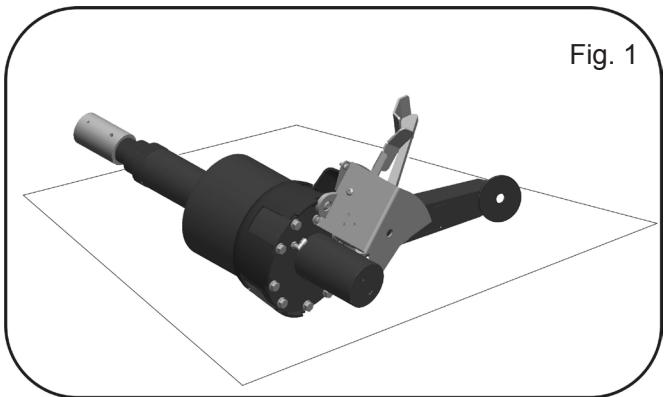

Fig. 1
2. Løft forsigtigt hydraulikken op fra emballagen og anbring den liggende på siden (pas på plastcover 9086660) med pedalerne opad (fig.1).
2. Carefully lift the hydraulic unit with leg from the box and place it lying on the side (watch out not to break plastic cover 9086660) with the pedals upside (fig. 1).